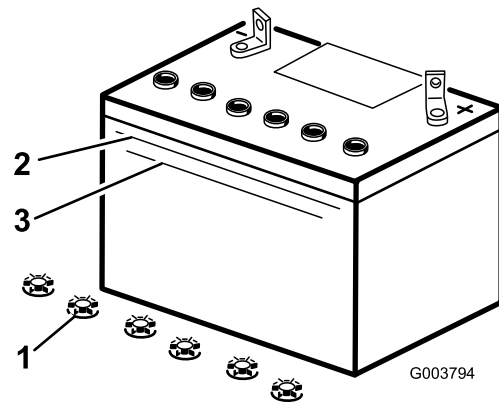

Рисунок 38
3. Посмотрите на боковую стенку аккумулятора. Уровень электролита должен доходить до линии Upper (Верхний) (Рисунок 38). Следите за тем, чтобы уровень электролита опустился ниже линии Lower (Нижний) (Рисунок 38).
3. Снимите крышки заливных горловин аккумулятора (Рисунок 38).
электролита не дойдет до линии Upper (Рисунок 38) на корпусе аккумулятора.
5. После заполнения банок аккумулятора подождите пять или десять минут. В случае необходимости добавьте дистиллированную воду, пока уровень электролита не дойдет до линии Upper (Рисунок 38) на корпусе аккумулятора.